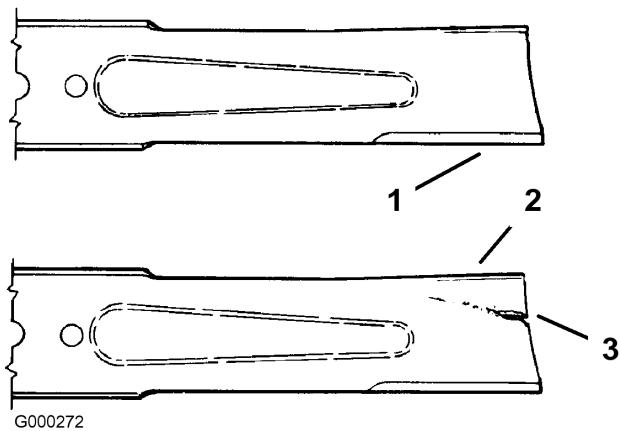

Figure 55
2. Inspectez les lames, surtout la partie incurvée (Figure 55). Remplacez immédiatement toute lame usée, endommagée ou qui présente une entaille (repère 3 de la Figure 55).